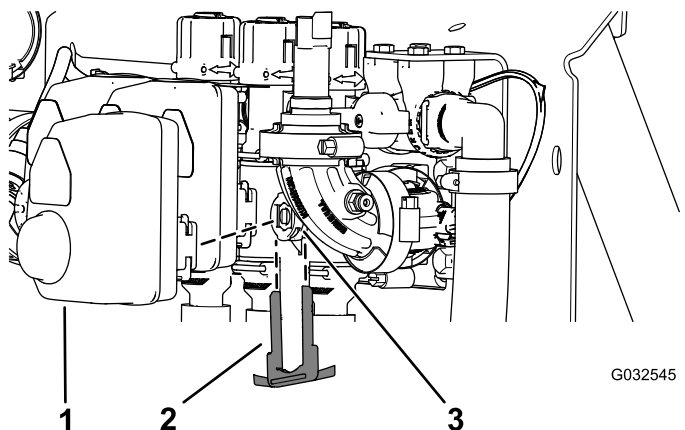

Рисунок 117
2. Снимите держатель, который крепит привод к коллекторному клапану секции или клапану перемешивания (Рисунок 117).